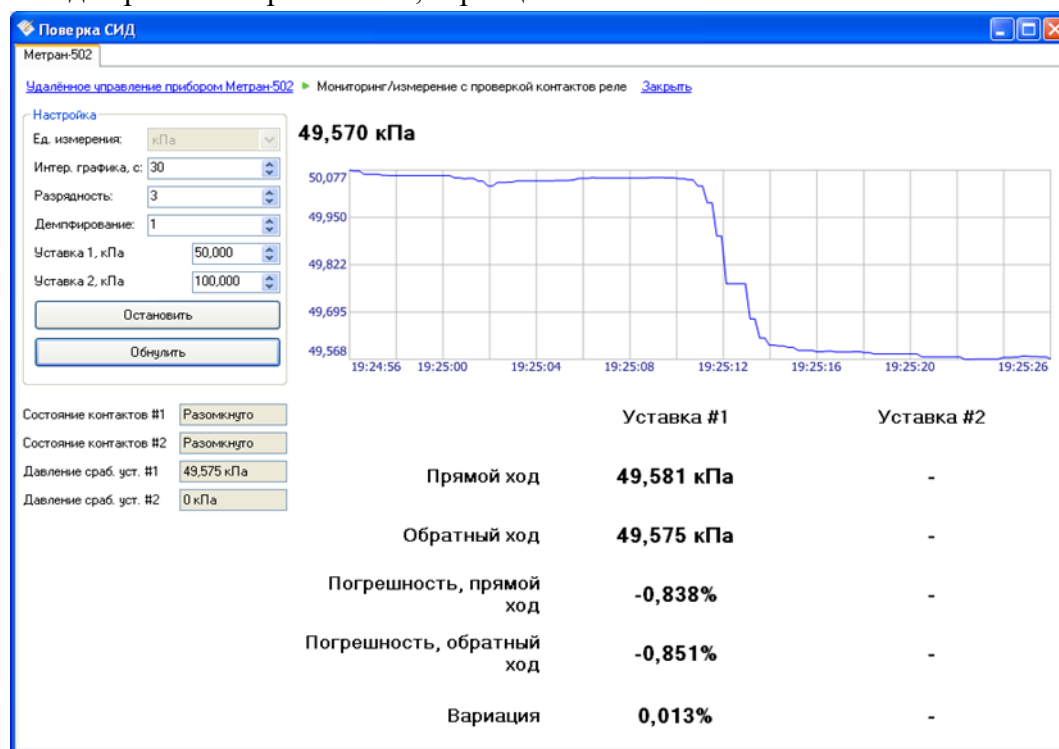

Рисунок 4.82 – Режим проверки сигнальных устройств (реле давления)
- Мониторинг реле (см. Рисунок 4.82);
В окне программы расположены следующие компоненты (см. Рисунок 4.82):